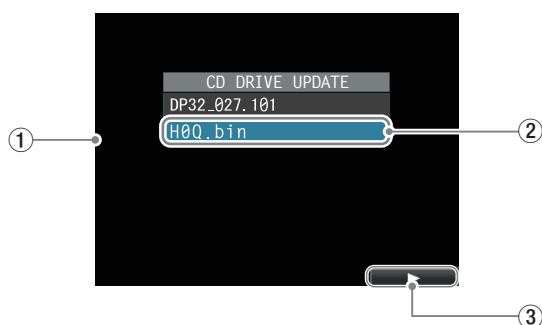

Fig 2
- When this unit is started in update mode, an update file selection screen opens (Fig. 2-①).
- Confirm the update file on the screen (Fig. 2-②). If multiple files are shown, use the **JOG/DATA** dial to select the update file (for the optical drive) to use.
- After selection, press the **F4** button (Fig. 2-③), which corresponds to the [▶] icon at the bottom right of the screen (Fig. 2-④), to open the update starting screen.
- To start the update, press the **F2** button, which corresponds to the "YES" icon (Fig. 2-⑤).
- 本機がアップデートモードで起動するとアップデートファイル選択画面 (Fig2-①) に移動する。
- 画面上的アップデートファイル (Fig2-②) を確認し、ファイルが複数表示されている場合は、カーソルを**JOG/DATA**ダイヤルで操作し、目的のアップデートファイル [光学ドライブ用] を選択する。
- 選択後、画面右下の [▶] マーク (Fig2-③) に対応する**F4**ボタンを押し、アップデートファイル開始画面 (Fig2-④) に移動する。